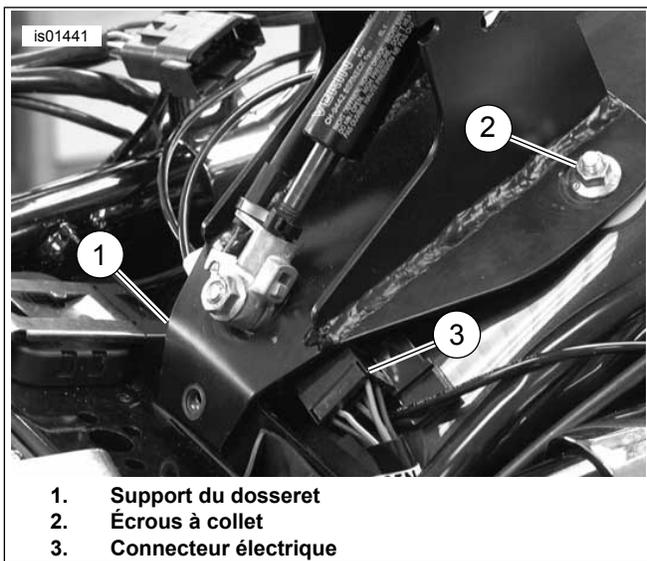

Figure 6. Fixer le support de dossier avec les écrous autobloquant et les vis.
- Voir Figure 6 . Déplacer le connecteur électrique (3) sur le côté pour éviter son contact avec le support.